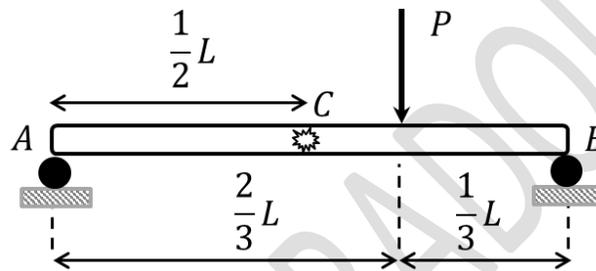

Fig. 8.1.
8.1.- La viga de peso despreciable mostrada en la Fig. 8.1 está sometida a una carga puntual P ubicada a $2L/3$ del extremo A. Determine la fuerza cortante y el torque flector a una posición $x = L/2$ de A.